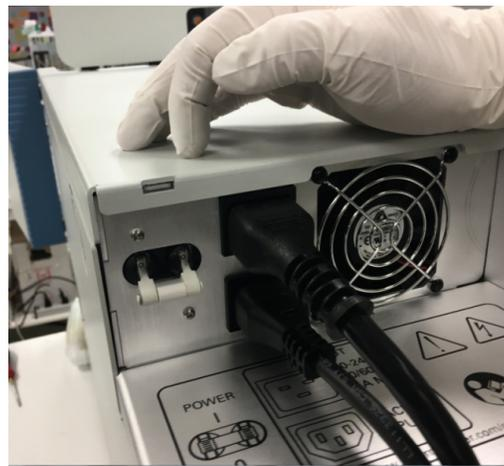

Abbildung 89: Abschalten des Massenspektrometers
- 2) Bringen Sie den Netzschalter auf der Geräterückseite in die Abschaltposition, um das Massenspektrometer abzuschalten. Siehe Abbildung 89.